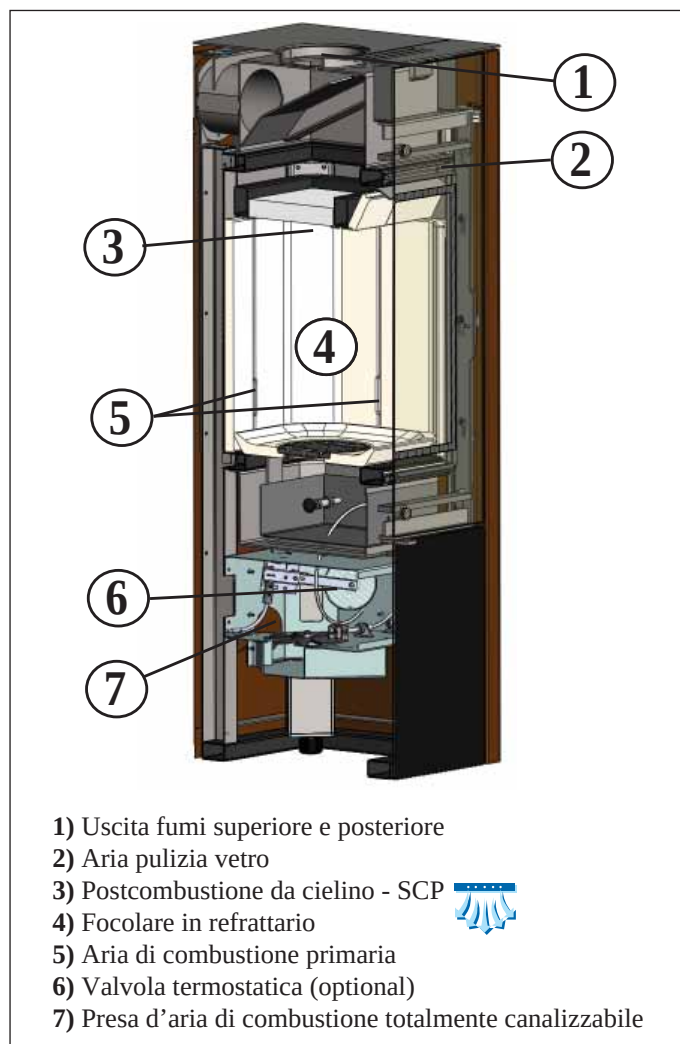

Fig. 2
La regolazione dell'aria di combustione primaria avviene tramite una valvola il cui comando (8) è posto sul top (fig. 2).